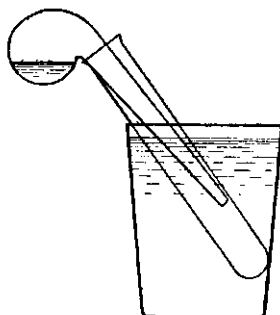
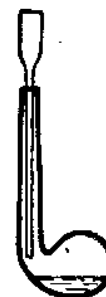

Рис. 3. Получение азотной кислоты (2)
Рис. 4. Использование вместо воронки оттянутой пробирки.
2). Для лабораторного опыта реторта может быть на 10 мл, приемником может служить пробирка, погруженная в стакан с водой (рис. 3). Для наливания серной кислоты служит вороночка (рис. 4), оттянутая из пробирки.
Вставить реторту в пробирку (рис. 3) и осторожно нагревать, держа горелку в руках. Не греть стекло выше уровня жидкости.